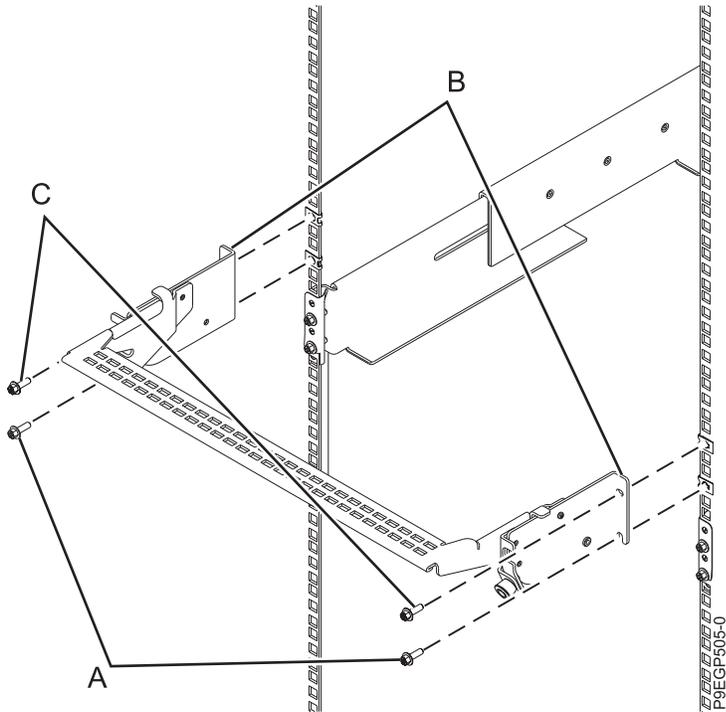

Figura 11. Colocación de la abrazadera portacables
- a. En la parte posterior del bastidor, apriete parcialmente los dos tornillos M5 (A) directamente encima de las abrazaderas del riel del cajón donde se colocan los clips de tuerca. Estos dos tornillos son los dos tornillos inferiores que fijan la abrazadera portacables con el bastidor. Consulte la Figura 11 en la página 13.
- b. Coloque la parte inferior de los rebordes de montaje de la abrazadera portacables (B) sobre los dos tornillos M5 para fijar los rebordes de la pieza de sujeción al bastidor.
- c. Alinee la pieza de sujeción de forma que los rebordes de montaje (B) se alineen con los orificios superiores de los rebordes del bastidor, tal como se muestra en la Figura 11 en la página 13.
- d. Apriete del todo los dos tornillos M5 superiores (C) por encima de la abrazadera del riel donde se han colocado los clips de tuerca.
- e. Termine de apretar los dos tornillos M5 inferiores (A).